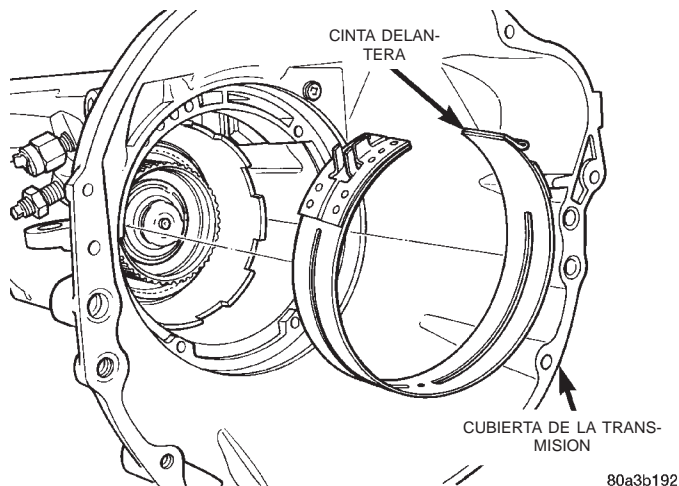

Fig. 106 Cinta delantera
(33) Inserte la cinta delantera en la abertura situada en la parte delantera de la caja de transmisión (Fig. 106).